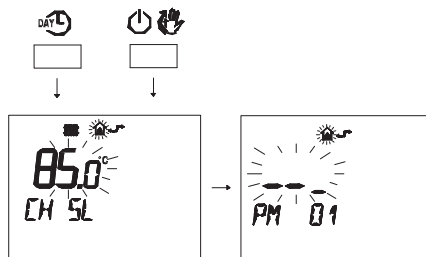

Figura 5.86
- Premere contemporaneamente i pulsanti e per entrare nella programmazione trasparente (Figura 5.86).